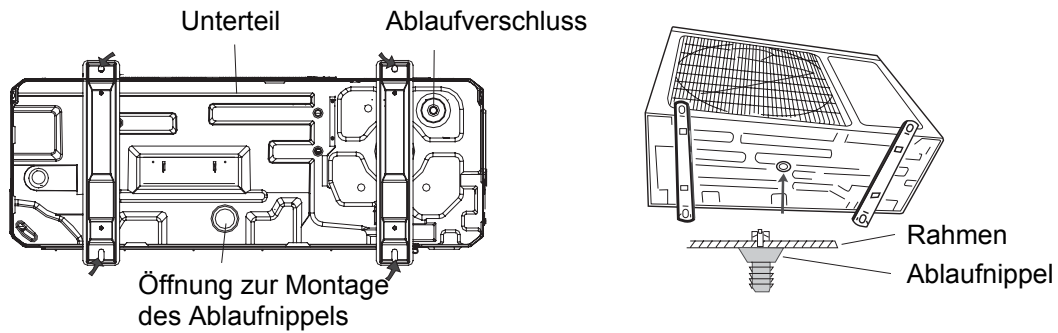

Abb. 10
1. An der Außeneinheit ist ein Ablaufrohr zur Beseitigung des Kondensates, das während des Heizbetriebs entsteht, zu installieren, siehe Abb. 10. (Nur Geräte mit Wärmepumpe.)